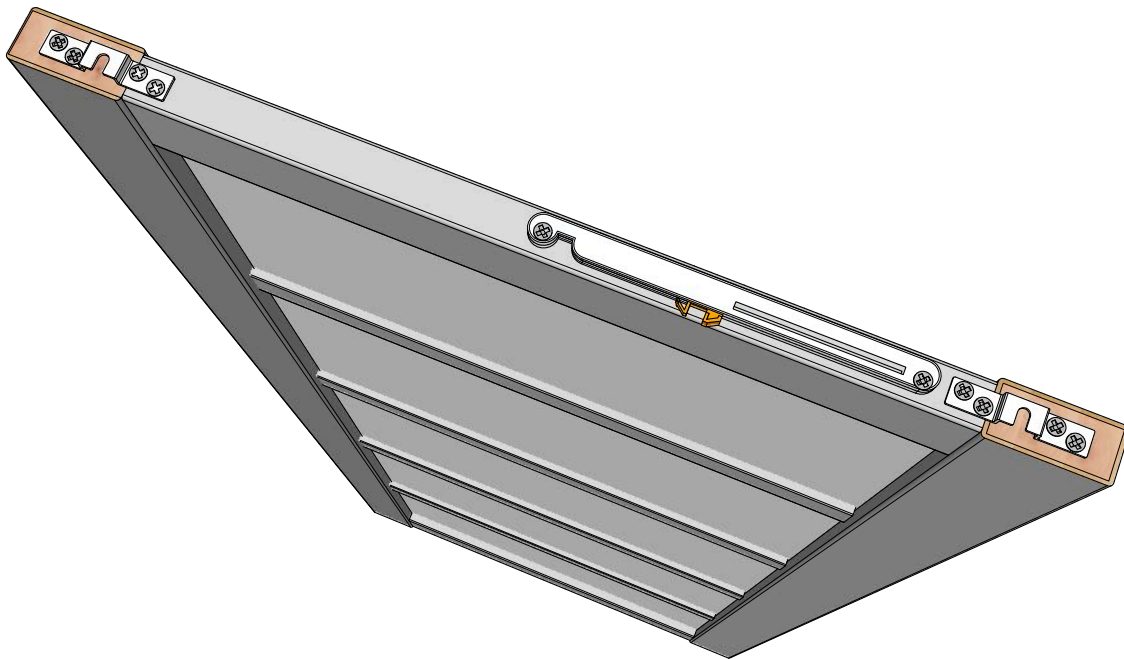

Рисунок 23
11.1. Установить доводчик на дверное полотно предварительно отступив 20 мм от лапы крепления каретки. Обратите внимание на положение доводчика (Рис.23).